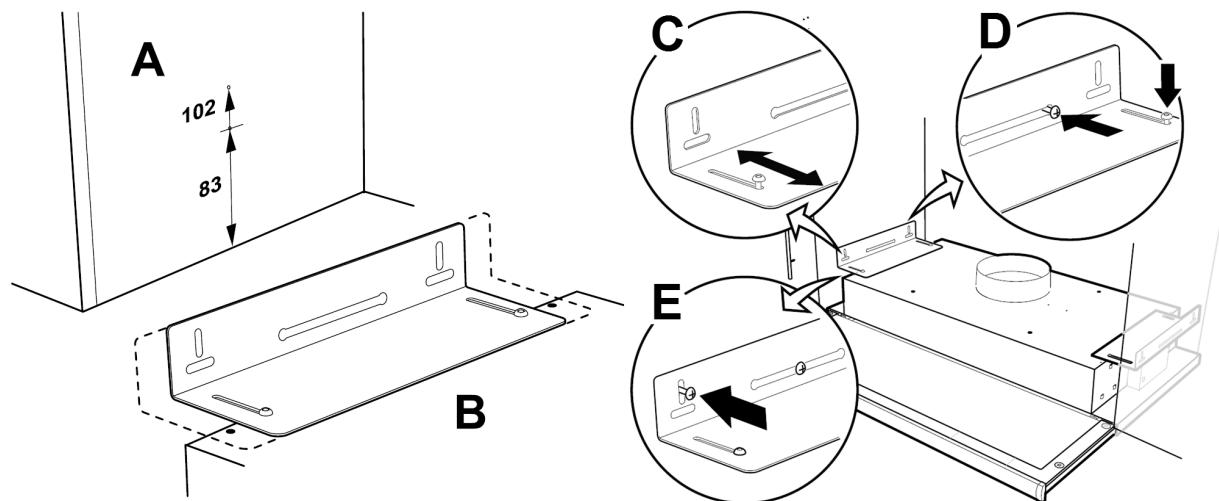

**Bild 32 Befestigung der Dunstabzugshaube direkt am Gerät**
Mitgelieferte Schrauben (Abbildung 32, Pos. 2) in die Bohrungen der Dunstabzugshaube einbringen, mitgelieferte Kunststoffabstandhalter auf die jeweils überstehenden Schrauben setzen, um ein Überdrehen zu vermeiden (Abbildung 32, Pos. 3).
2. Legen Sie eine runde Isolierung auf den Anschluss der Dunstabzugshaube, um ein Austreten von Luft zu verhindern (Abbildung 32, Pos. 4).
Schrauben Sie die Dunstabzugshaube mit vorbereiteten Löchern direkt auf den Geräteboden (Abbildung 32, Pos. 1).